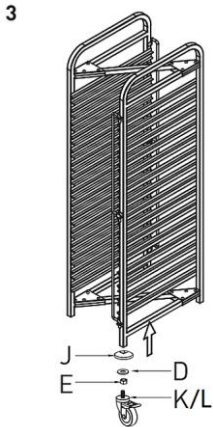

Abb. 3
3. Befestigen Sie die 4 Lenkrollen (**K**) und (**L**) an den Seitenteilen. Legen Sie je 1 Mutter (**E**), 1 Unterlegscheibe (**D**), 1 Radpuffer (**J**) auf die Lenkrollen und schrauben Sie diese in die Vierkantrohre der Seitenteile (Abb. 3).